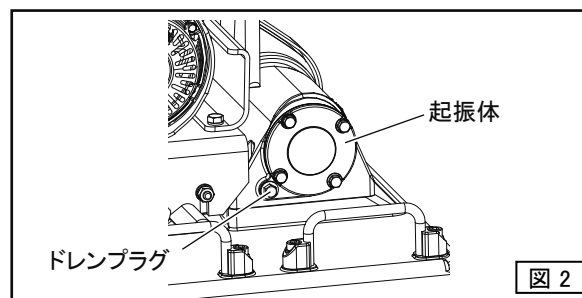

図 2
1. 本機を水平にして起振体のドレンプラグを外し、起振体オイルが口元まで入っているか確認してください。(図2)